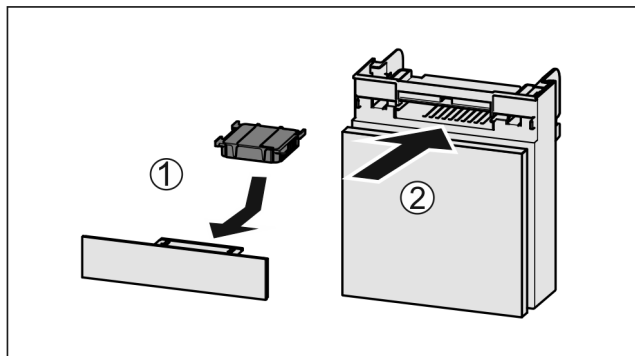

Fig. 138
- Sett inn Fig. 138 (1) aktivkullfilteret etter figuren.
- Skyv inn Fig. 138 (2) hyllen.